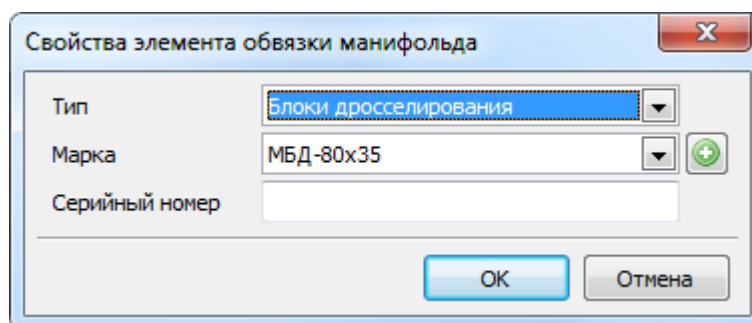

Рисунок 76. Добавление элемента обвязки манифольда ПВО
3. В появившемся диалоге, аналогичном диалогу при добавлении элемента обвязки манифольда ПВО (Рис. 76), отредактируйте необходимую информацию.